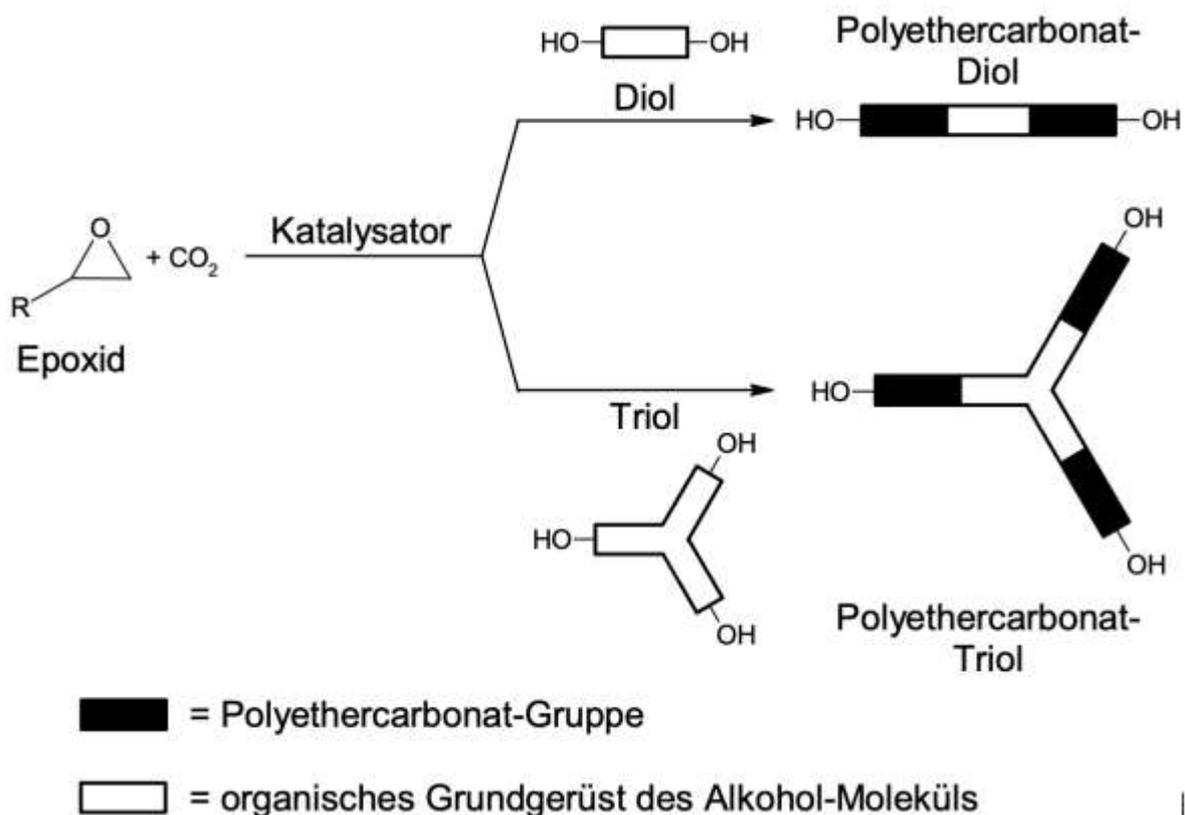
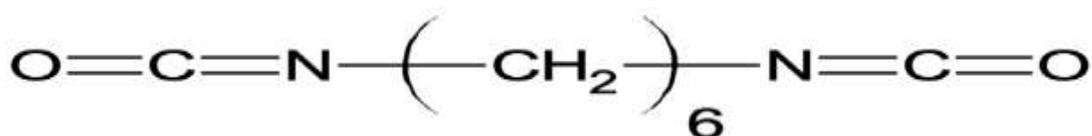

Abb. 2: Schema der Herstellung von Polyethercarbonatdiolen (PEC-Diolen) und Polyethercarbonattriolen (PEC-Triolen)
Abb. 3: Hexamethylendiisocyanat
2. Kohlenstoffdioxid kann mit Epoxiden und Polyolen zu sog. Polyethercarbonat-polyolen (PEC-Polyolen) (Abb. 2) reagieren. Diese können mit Diisocyanaten zu verschiedenen Kunststoffen umgesetzt werden.
- 2.1. Formulieren Sie ein Reaktionsschema für die Reaktion des PEC-Diols (Abb. 2) mit Hexamethylendiisocyanat (Abb. 3) zu einem Polymer und benennen Sie den Typ der Polyreaktion [5 BE]